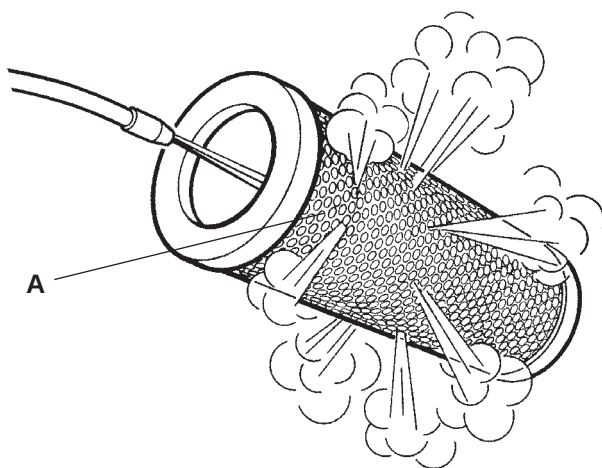

Figura. 44
4. Retire el elemento exterior del cuerpo principal y límpielo soplando suavemente con aire comprimido desde el interior del elemento (figura 44, punto A). Si el elemento está dañado o muy contaminado, sustitúyalo.